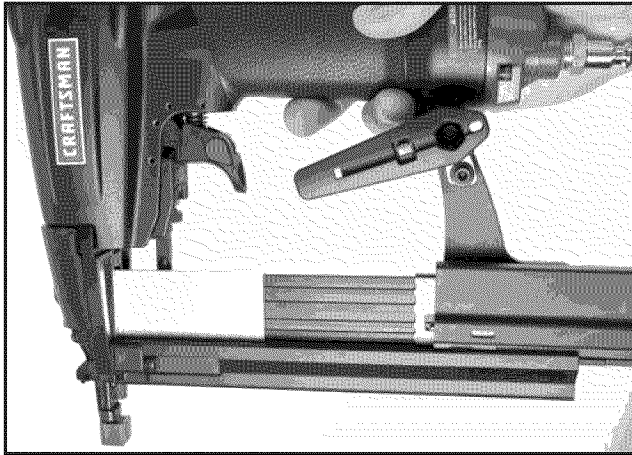

Figura 5- Carga de clavos
- **Carga de clavos:** Coloque la tira de clavos para que los puntos del cincel reposen sobre la parte inferior del depósito alimentador (Ver la figura 5)